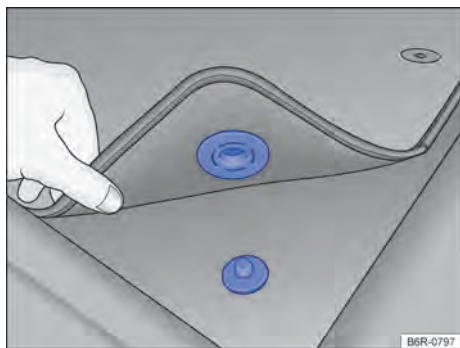

Fig. 26 Tapete dianteiro do lado do condutor com fixação no pino do carpete.
- ✓ Acomodar bem o tapete na área para os pés do lado do condutor de modo que não obstrua a área dos pedais. Dependendo da versão do veículo, o tapete dianteiro do lado do condutor pode ter fixação no pino do carpete → Fig. 26.